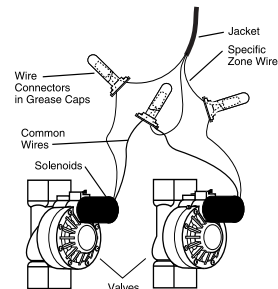

Ilustración 19: Instalación de válvulas
- Cada válvula tiene dos alambres. Uno debe conectarse como el alambre común. Los alambres comunes para todas las válvulas pueden conectarse juntos a uno de los alambres comunes que vayan a la válvula. El otro alambre de válvula se debe conectar al alambre de la estación específica que controlará esa válvula [Vea la ilustración 19].